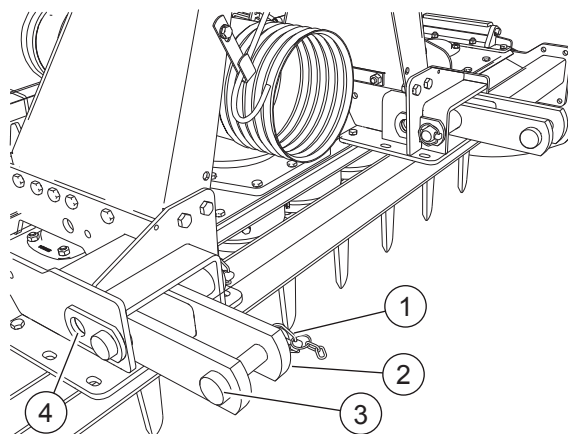

FIG. 26
- Enlever la goupille (1, "Fig. 26").
- Extraire l'axe (3).
- Extraire et faire tourner l'attelage tracteur (2) de 180°.
- Insérer l'axe (3).
- Bloquer l'axe avec la goupille (1).